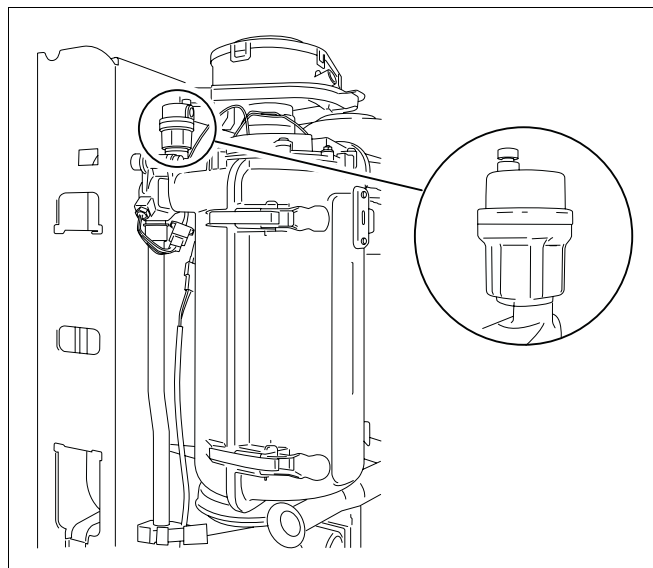

Bild 22 Automatisches Entlüftungsventil
- Kappe des automatischen Entlüfters eine Umdrehung lösen (→ Bild 22).